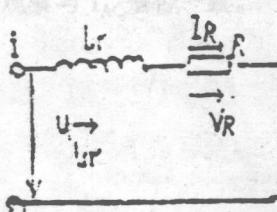

图 2-1
1. 日光灯电路中的镇流器是一个感性元件（相当于  $L$  与  $R_L$  的串联，灯管点燃后相当于一个电阻  $R$ ，所以日光灯的等效电路是一个感性电路，如图 2-1 所示，此电路中各量之间有如下关系：